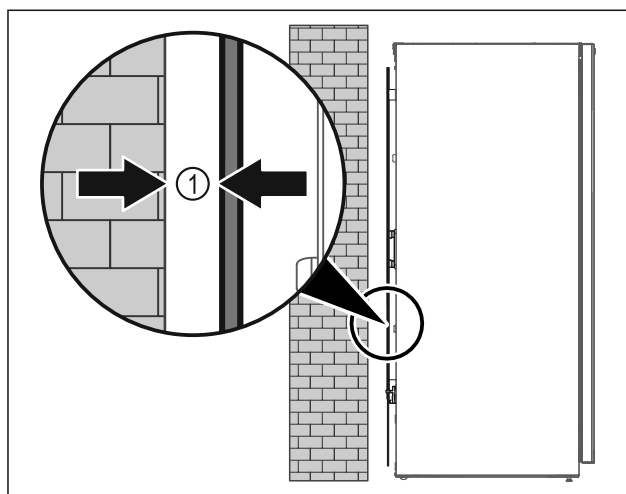

Fig. 7
- Állítsa fel a készüléket szabadon a helyiségben, vagy közvetlenül a fal mellé legalább 5 mm Fig. 7 (1) minimális távolságban.